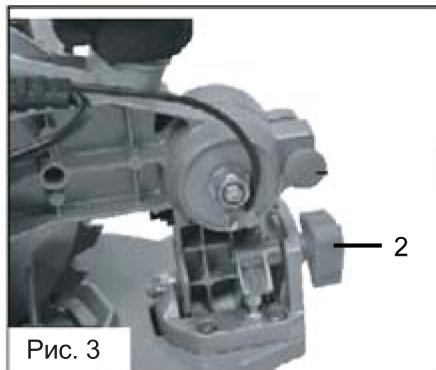

Рис. 3
2. Ослабьте винт блокировки наклона 2 (Рис. 3) и установите блок мотора на отметку 0°. Затяните винт блокировки.
Для установки угла наклона необходимо ослабить фиксирующую винт 2 (Рис.3), установить необходимый угол распила, ориентируясь на шкалу угла наклона, и надёжно затянуть фиксирующий винт.